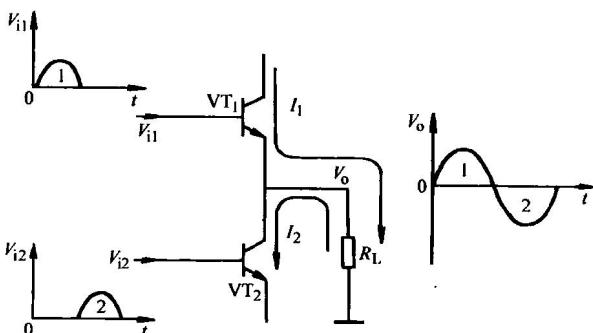

图 1-2 乙类放大器电路示意图
2. 乙类放大器概念 所谓乙类放大器就是不给晶体管加静态偏置电流，且用两只性能对称的晶体管来分别放大信号的正半周和负半周，在放大器的负载上将正、负半周信号合成一个完整周期的信号，图 1-2 中就是没有考虑这种放大器非线性失真时的示意图。
级的这一输入信号幅度已经足够大，可以用信号本身来使  $VT_1$  管进入放大区。这一信号经  $VT_1$  管放大后加到负载  $R_L$  上，其信号电流方向如图 1-2 中  $I_1$  所示，即从上而下流过  $R_L$ ，在负载上得到半周信号 1。在  $VT_1$  管进入放大状态时， $VT_2$  管处于截止状态。
当正半周信号 1 过去之后，输入信号  $V_{i2}$  加到  $VT_2$  管基极， $V_{i2}$  使  $VT_2$  管进入放大区。由  $VT_2$  管放大这一半周信号， $VT_2$  管的输出电流方向如图 1-2 中所示，从下而上地流过负载电阻  $R_L$ ，如图中  $I_2$  所示，这样在负载电阻上得到负半周信号 2。在  $VT_2$  管进入放大状态时， $VT_1$  管处于截止状态。